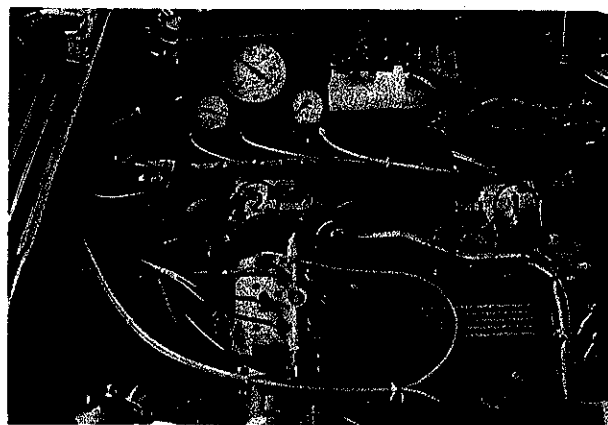

Bild 13
D.5 STEUERDRUCK-REGELVENTIL (Bild 13/14)
- Prüfgerät gemäß Bild 13 anschließen.